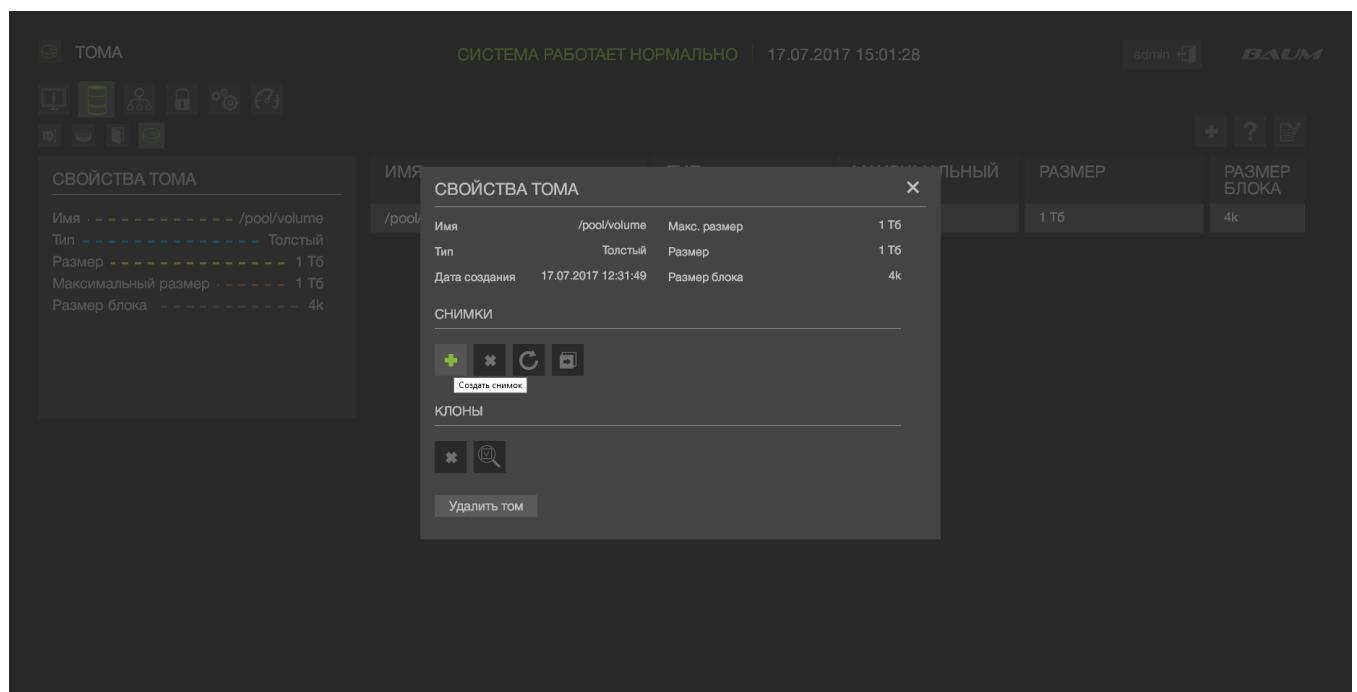

Рисунок 80 – Свойства Тома
- 2) В правой части области нажать на кнопку «Свойства» (см. Рисунок 80).